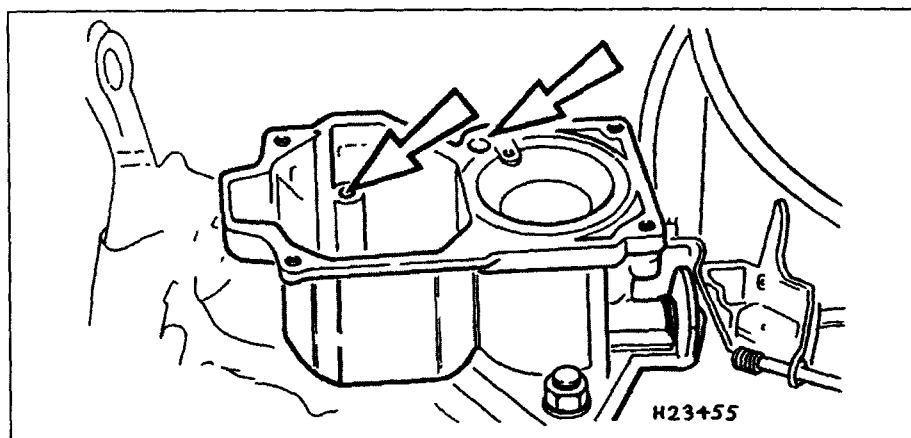

Рис. 3.15 Место установки шарика и грузика выходного клапана ускорительного насоса
- 15 Переверните корпус карбюратора, подхватив выпадающий при этом шарик и грузик клапана ускорительного насоса (рис. 3.15).